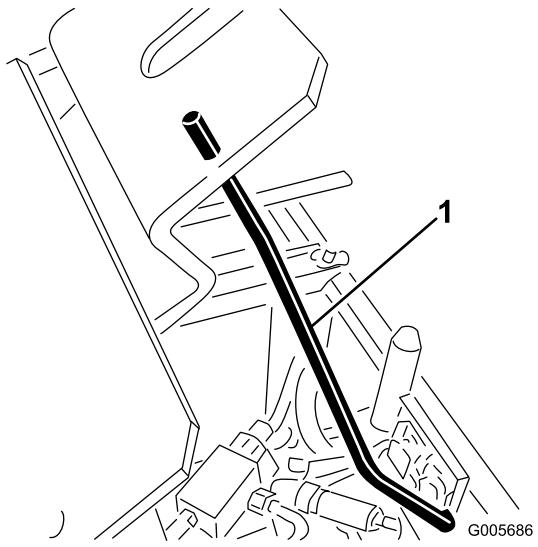

Figura 10
4. Sujete el asiento con la varilla de soporte (Figura 10).
- Sujete el asiento con la varilla de soporte (Figura 10).